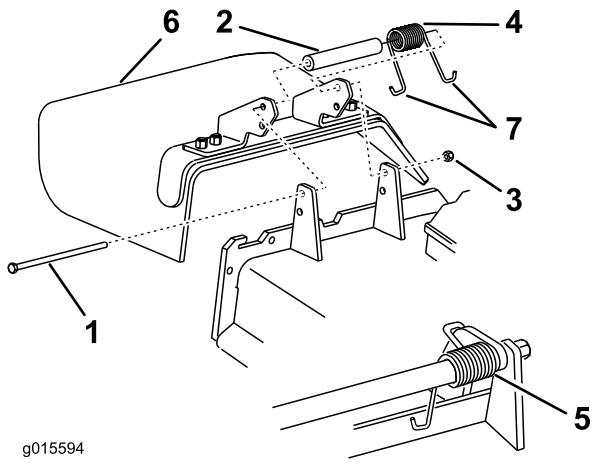

図 84
- デフレクタをピボットブラケットに固定しているロックナット、ボルト、スプリング、スペーサを外す(図 84)。デフレクタを取り外す。
**注** 必ずJ形端部のひとつをデッキ後部のエッジに引っ掛け、それから図84のようにボルトを取り付けてください。
3. ボルトとナットを取り付ける。J形端部のひとつをデフレクタに引っ掛ける図84。